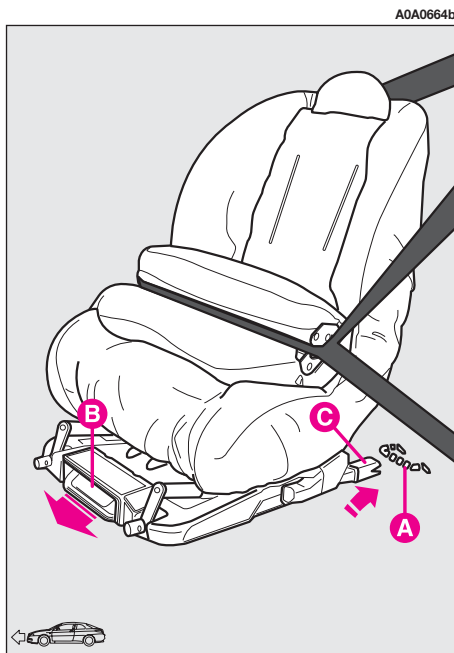

fig. 49
- s'assurer que le levier de décrochage (**B**-fig. 49) soit en position de repos (retré);